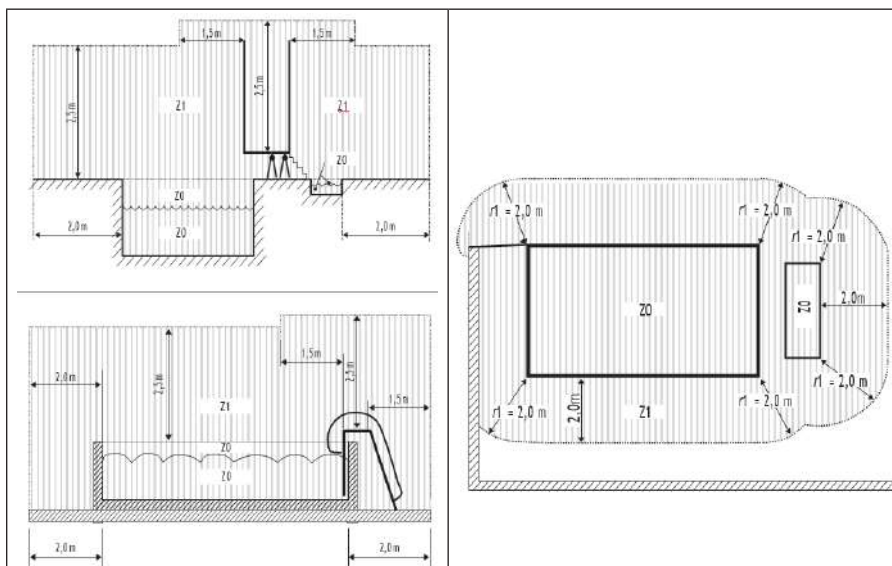

FIGURA 1 - ZONAS DE INSTALAÇÃO
- A bomba não pode ser instalada na Zona 0 nem na Zona 1. Poderá ver os diagramas na Figura 1 - Zonas de instalação.
Antes de começar, verifique se tem todos os componentes que se mostram na Figura 1.